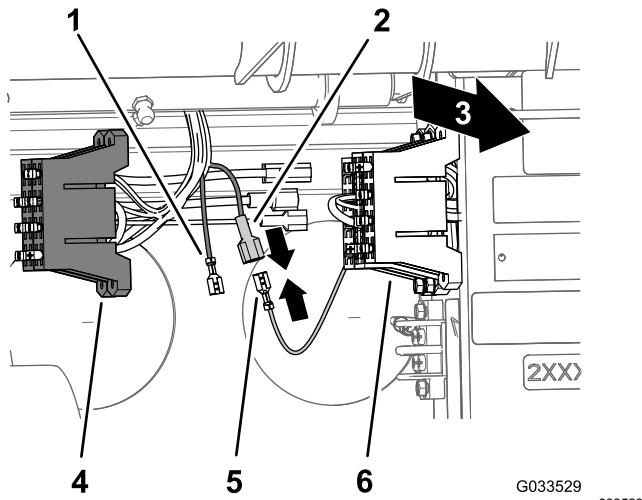

図 25
2. 車両用のヒューズブロックの黄色い電源線の端部についている絶縁されていないソケット端子と、スプレーヤの配線用のヒューズブロックの黄色いオプション電源線の端部についている絶縁されたブレード形の端子を探し出す(図 25)。
3. 車両ヒューズブロックの絶縁されていないソケット端子を、スプレーヤのヒューズブロックの絶縁されたブレード形の端子に接続する(図 25)。